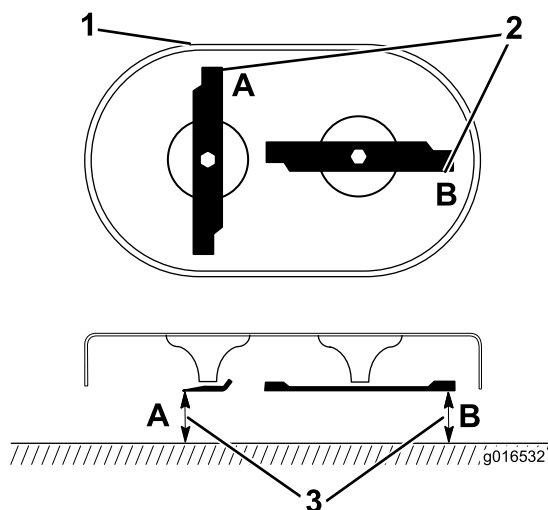

Figure 43
1. Faites tourner les lames jusqu'à ce qu'elles soient dans la position illustrée à la Figure 43.
2. Mesurez la distance entre une surface plane et le tranchant aux points A et B, (Figure 43), et notez les deux dimensions.